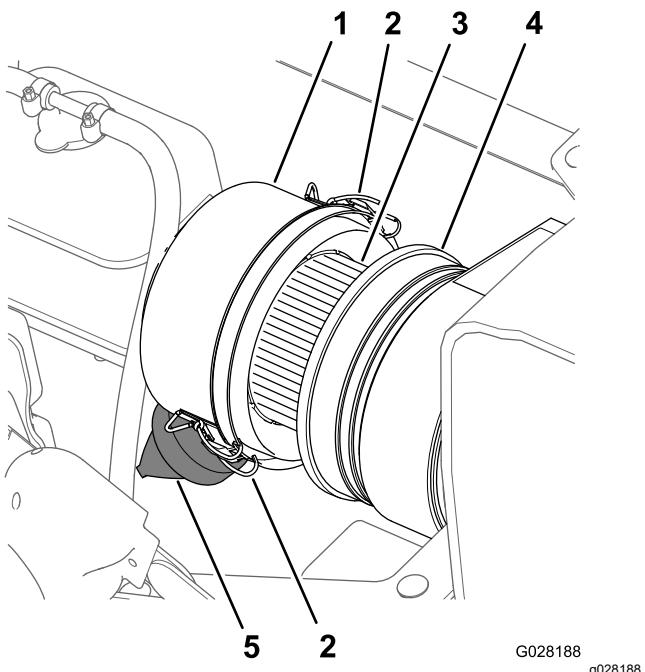
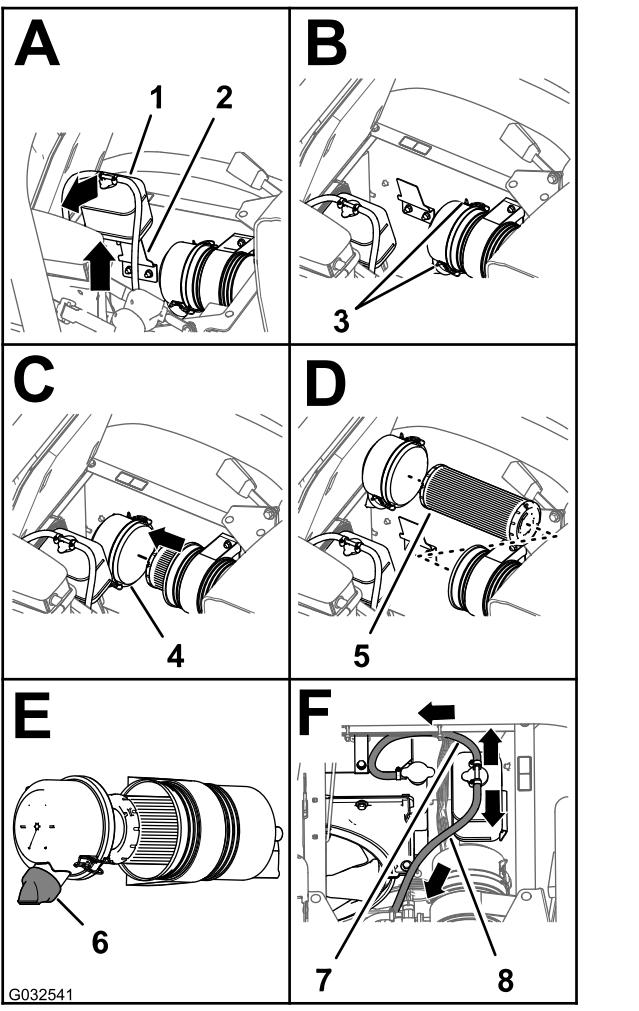

Figura 109
Figura 110
3. Limpie el tapón guardapolvo y el cuerpo del limpiador de aire (Figura 109).
4. Inspeccione la carcasa del limpiador de aire en busca de daños que pudieran causar una fuga de aire (Figura 109).
5. Apriete la válvula de polvo para limpiarla de suciedad, polvo y residuos (Figura 109).
7. Compruebe si el elemento del filtro de aire tiene una acumulación excesiva de suciedad, polvo y residuos (Figura 109).
8. Instale el tapón guardapolvo en el cuerpo del limpiador de aire, y sujetelo con los 2 enganches (Figura 109).
2. Limpie el tapón guardapolvo y el cuerpo del limpiador de aire (Figura 109).
3. Levante el depósito de expansión del refrigerante y retírelo del soporte del depósito (Figura 110).
4. Abra los dos enganches que sujetan el tapón guardapolvo a la carcasa del limpiador de aire (Figura 110).
6. Limpie el interior del tapón guardapolvo, la carcasa del limpiador de aire y la válvula de polvo con un trapo húmedo (Figura 109 y Figura 110).
7. Instale el elemento del filtro de aire en la carcasa del limpiador de aire (Figura 110).
8. Instale la tapa sobre el cuerpo del limpiador de aire y sujetela con los 2 enganches (Figura 110).
Nota: Asegúrese de que la válvula de polvo está alineada a una posición entre las 5 y las 7, vista desde el extremo (Figura 110).
9. Alinee el depósito de expansión del refrigerante con el soporte del depósito y coloque el depósito firmemente (Figura 110).
Importante: Asegúrese de que la manguera de alivio de presión está enrutada hacia delante y hacia abajo, y que la manguera de ventilación está enrutada hacia atrás, según se muestra en Figura 110.